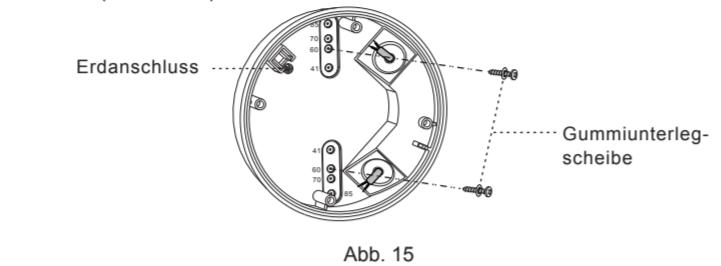

Abb. 15
4.4.3.3 Wählen Sie passende Kabeldurchführungslöcher, um die Abzweigdose auf der Oberfläche der Deckenplatte mit 2 Holzschrauben und Gummiunterlegscheiben zu befestigen (s. Abb. 15).